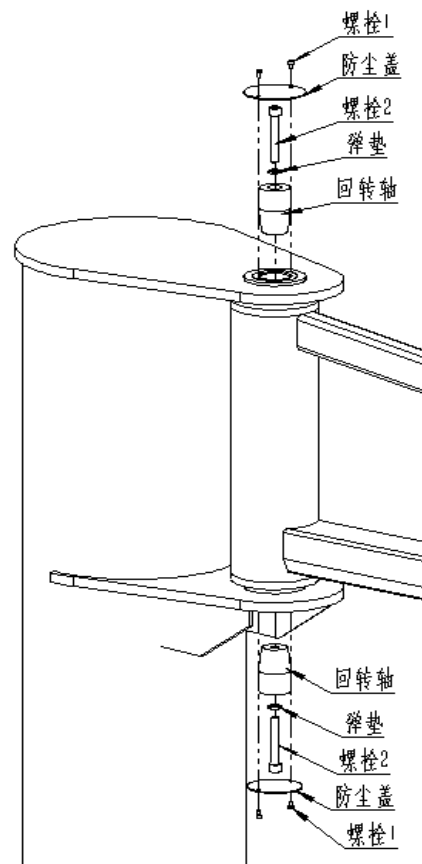

图 4C (旋臂配件安装)
- 4.3 将上下回转轴，弹垫，螺栓 2 依次装入回转机构中（如图 4C）。
- 4.4 将旋臂在整个活动范围内转动，确保转动无阻碍。即可将上下螺栓 2 紧固（如图 4C）。
- 4.5 用螺栓 1 将上下回转机构的防尘盖紧固（如图 4C）。